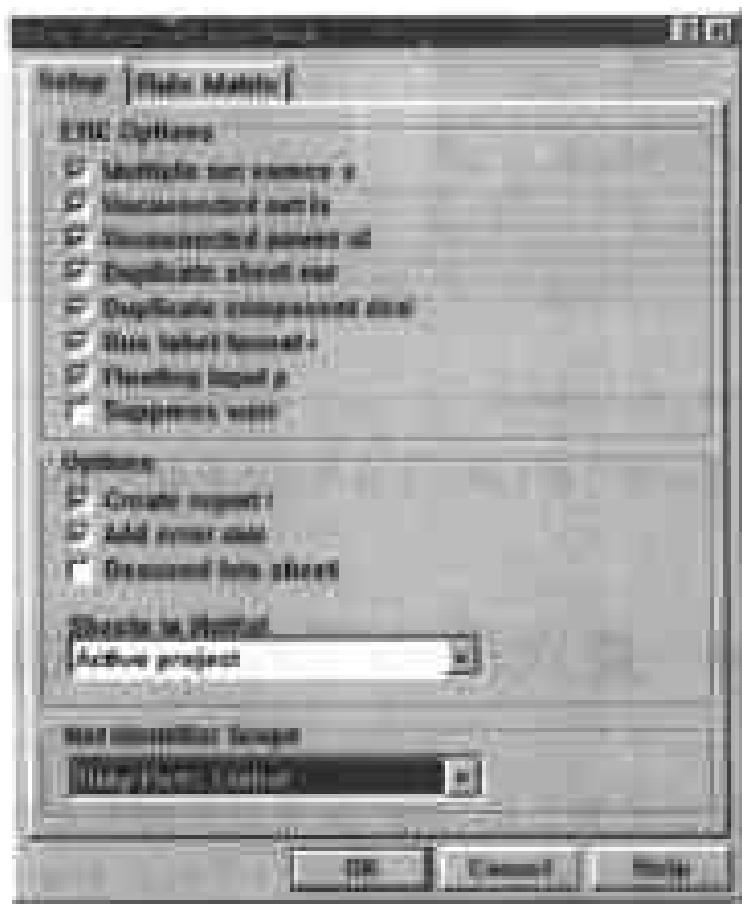

图 4-33 设置 I/O 端口全局有效
(1) 选择 Tools > ERC,对打开的原理图进行 ERC 检验,弹出如图 4-33 所示的对话框,在此对话框中用户可以设置 ERC 检验的相关选项。